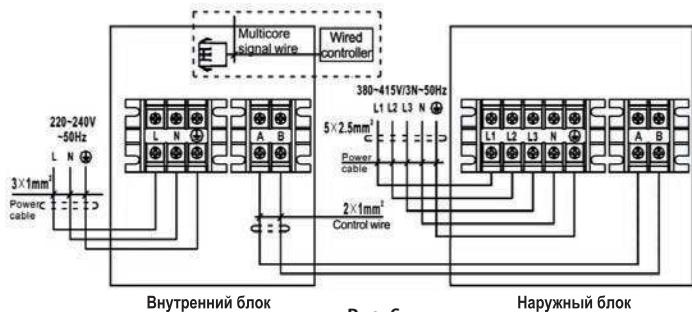

Рис. 6
2. Очистите от изоляции конец провода и установите на оголенную жилу клемму, обжав клещами. Подготовленный кабель подключите согласно схеме (рис. 6).